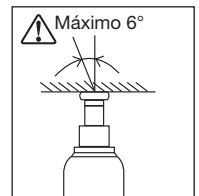

Fig. 4 -
**ADVERTENCIA:** Durante la elevación, la carga inclinada no debe exceder de 6 grados. Véase la Fig. 4.